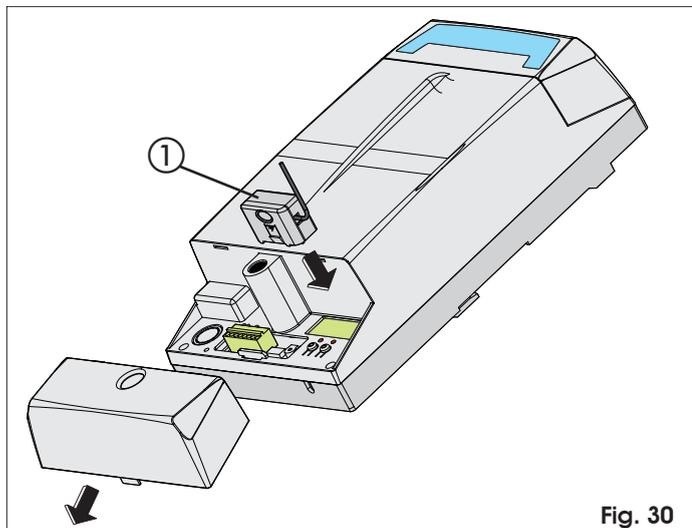

Fig. 30
Das elektronische Steuergerät ist mit einem zweikanaligen integrierten Entschlüsselungssystem (DS, SLH, LC), OMNIDEC, ausgestattet. Dank dieses Systems können, über ein zusätzliches Empfängermodul (Abb. 30 Bez. ①) und Funksteuerungen mit derselben Frequenz, sowohl die vollständige Öffnung (OPEN A) als auch die Teilöffnung (OPEN B) der Automation durchgeführt werden.